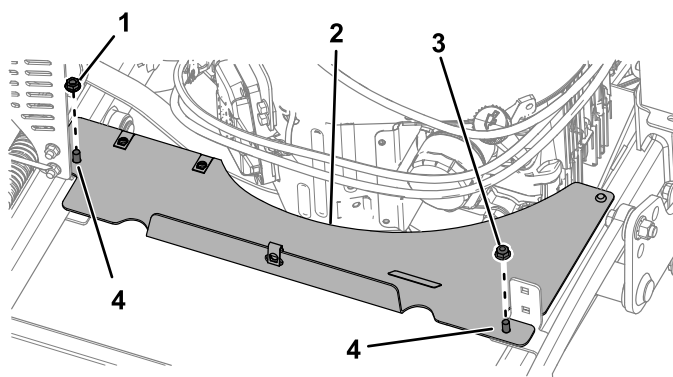

Figura 21
1. Coloque a extensão da proteção como se mostra na Figura 21. Aperte as porcas com uma força de 20 a 25 N·m.